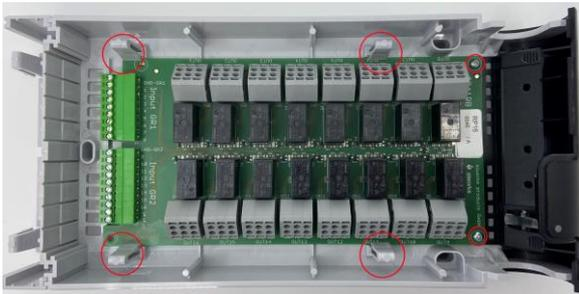
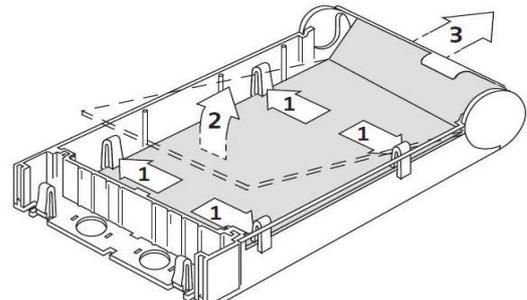

Abbildung 2: Montage Relaisbox T941RB im T900 Modulgehäuse
Abbildung 3: Entfernen der Relaisbox T941RB aus dem T900 Modulgehäuse
**Einbau in T900 Modulgehäuse:** Die Montage erfolgt direkt in das T900 Modulgehäuse (Ascom Art. Nr. R542026 „Gehäuse“ und R542264 „Kühlkörper“) und kann mittels der 4 im Gehäuse angebrachten Halteclips (siehe Abbildung 2) und der 2 oberliegenden Befestigungsschrauben (siehe Abbildung 2) am Montagesockel des Gehäuses montiert werden. Bei der Montage ist darauf zu achten, dass die grünen Eingangsklemmen der Relaisbox auf der Seite der Kabeleinführung liegen. Für die Demontage der Relaisbox T941RB befolgen Sie bitte die Anleitung Abbildung 3.